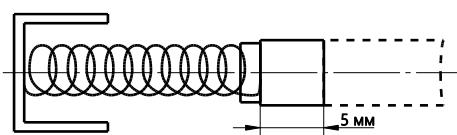

Рисунок 14. Щетка токосъёмника
- замените щётки, если графитовая поверхность щёток изношена и их длина меньше 5 мм (рис. 14);